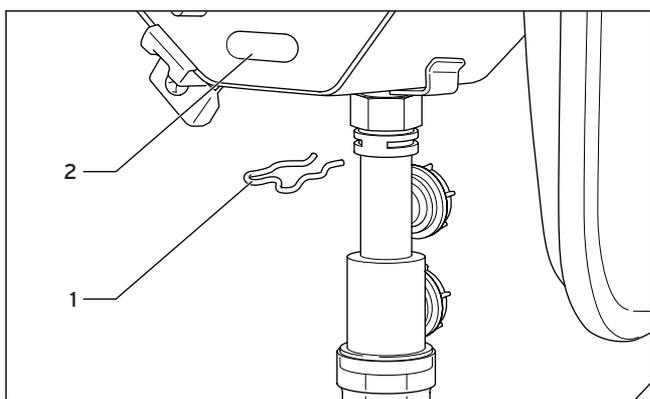

Рис. 7.10 Демонтаж сифона
Для очистки каналов слива конденсата (рис. 7.10) можно вынуть весь сифон, вытащив скобы (1). После этого открывается доступ к обоим штуцерам слива конденсата на теплообменнике. Через нижнее отверстие для очистки (2) на теплообменнике можно удалить загрязнения, скопившиеся в передней